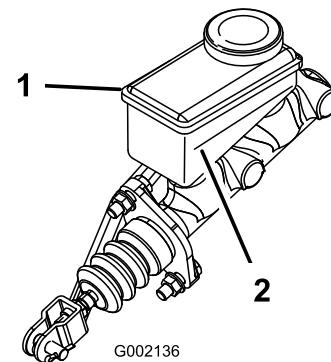

Bild 45
2. Lesen Sie den Flüssigkeitsstand am Stutzen an der Seite des Behälters ab (Bild 45).
- B. Füllen Sie DOT 3-Bremsflüssigkeit in den Behälter, bis der Füllstand über der Minimum-Markierung liegt (Bild 45).